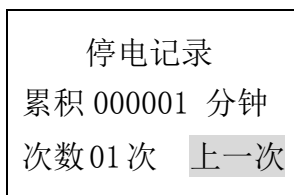

图 2
② 查询：首先显示最新一次来停电记录，按“确认”键查询上一次来停电记录，总记录为 20 次，最后显示总停电次数和停电累积时间（见图 2）。